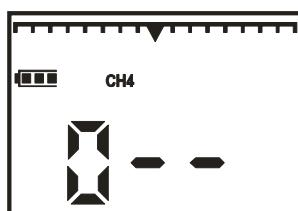

Рисунок 9.2
1) на воздухе, не содержащем горючих газов, перевести газоанализатор в режим "ПОДСТРОЙКА НУЛЯ". Для этого необходимо при нажатой кнопке "ОТКЛ" включить газоанализатор. После появления на индикаторе надписи "0 - -" отпустить кнопки (рисунок 9.2);
2) - при нажатой кнопке "ОТКЛ" включить газоанализатор. После появления на индикаторе надписи "0 - -" отпустить кнопки (рисунок 9.2);